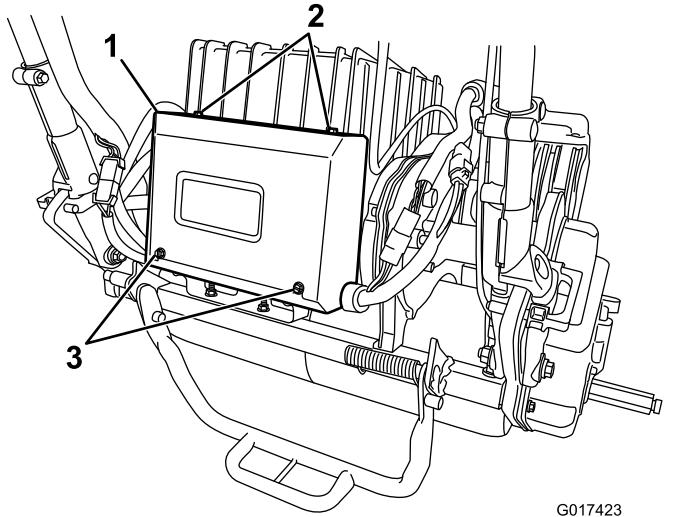

图39
2. 拆下电器箱上的 2 颗后部螺丝，松开 2 颗上部螺丝，然后拿开箱盖（图39）。